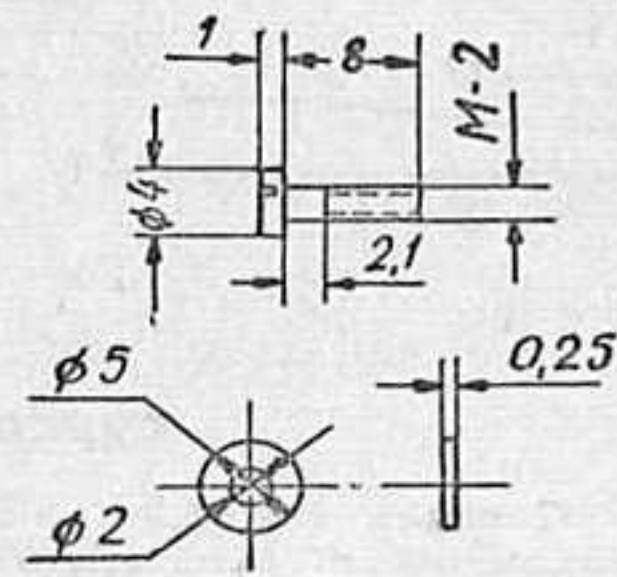

Рис. 26, дет. 3сб-4
**Ось-винт коромысла (3сб-4)** изготавливается из стали, имеет резьбу  $2 \times 0,5$  (рис. 26).